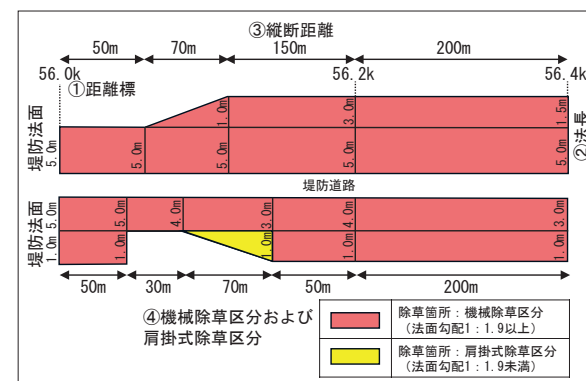

図1 従来の除草面積展開図イメージ
堤防除草工事においては、二次元の除草面積展開図（図1）を基に除草範囲の確認や面積算出を行っています。しかし、除草範囲が不明確であることや、出来高計測および除草面積の集計に多大な労力を要することが課題となっています。
従来の除草面積展開図（二次元）は、①距離標、②法長、③縦断距離、④機械除草区分および肩掛式除草区分などの除草範囲に関する情報が記載された略図によって表現されており、この情報を基に除草作業が実施されています（図1）。